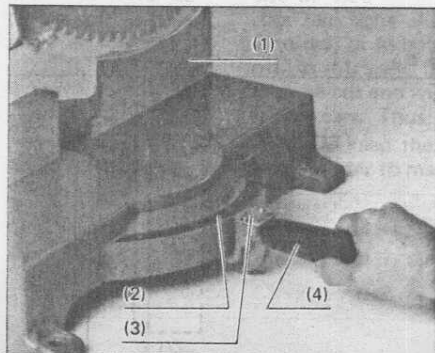

Fig. 7
- Serrer correctement la poignée de blocage de la base tournante. Fig. 7
| ● Is the miter clamp grip tightened firmly? | Fig. 7 |